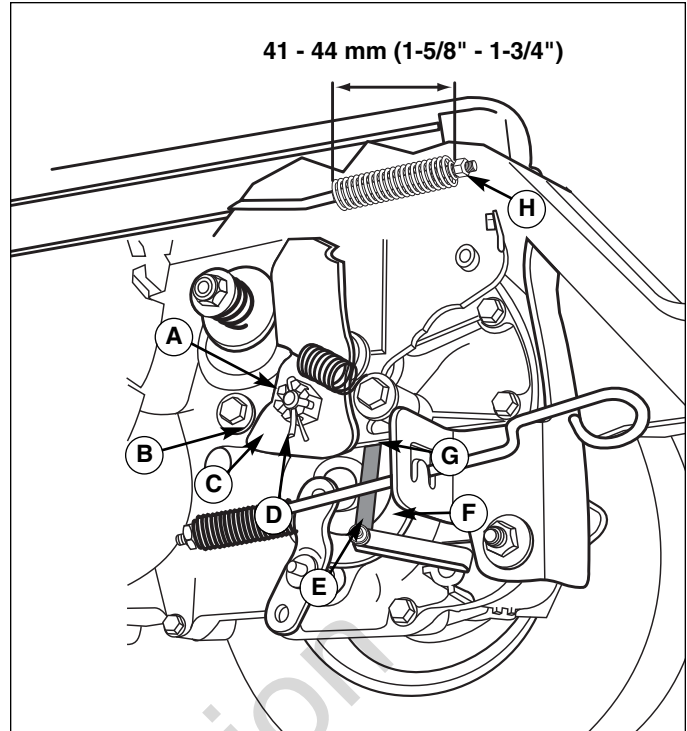

Abb. 25. Bremseneinstellung
2. Der Bremsarm (C, Abb. 25) sollte den Anschlag (B) berühren.
3. Den Splint (D) ausbauen und die Kronenmutter (A) lösen. Mit einer Fühlerlehre (E) einen Abstand von 0,38 mm (0,015") zwischen Bremsenscheibe (F) und Bremsbelag (G) einstellen.
- a. Um den Abstand zu verringern, die Fühlerlehre in die Lücke einführen und die Mutter (A) im Uhrzeigersinn drehen, bis an der Fühlerlehre ein Widerstand zu spüren ist. Zur Vergrößerung des Abstands die Mutter (A) gegen den Uhrzeigersinn drehen und den Abstand erneut überprüfen.
4. Die Parkbremse betätigen. Die Einstellmutter (H) lösen oder festziehen, um eine komprimierte Federlänge von 41 - 44 mm (1-5/8" - 1-3/4") zu erzielen (siehe Abb. 25).